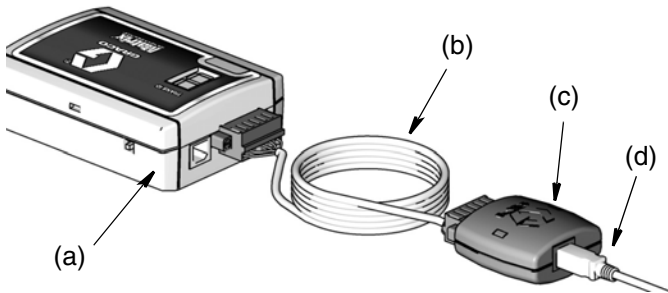

FIG. 8
Convertidor RS422 (c) (FIG. 8) - para distancias de cableado hasta 4000 pies (1219 m).
- Conecte los componentes: Transceptor (a), cable RS422 (b), convertidor RS422 (c) y cable USB (d) como se muestra en FIG. 8.